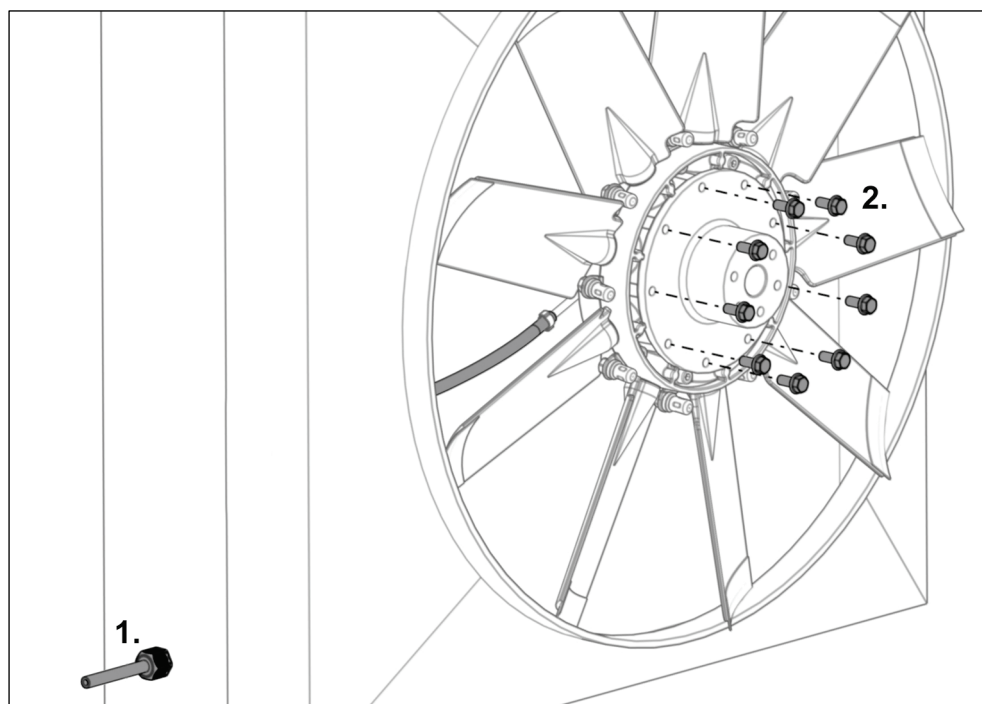

Fig. 30
- 20) Conduzir a mangueira de pressão através do alívio de tensão (ver Fig. 30 passo 1).
- 22) Aparafusar manualmente os parafusos com nervuras de travamento incluídos na entrega (ver Fig. 30 passo 2).